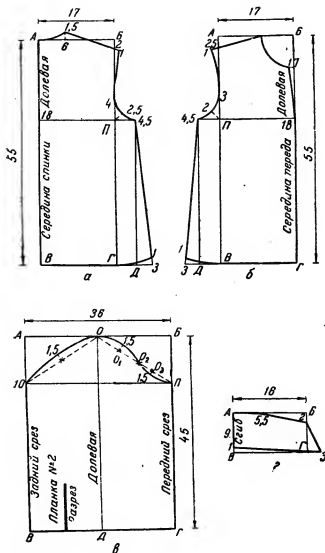

Рис. 117. Построение чертежа верхней рубашки для мальчиков школьного возраста:
**Построение чертежа спинки.** Проводят линию плана — 17 см (рис. 117, а) из расчета  $\frac{1}{2}$  окружности шеи плюс 1 см (для всех размеров):
Построение чертежа переда. Проводят линию плеча — 17 см (рис. 117, б) из расчета  $\frac{1}{2}$  окружности шеи плюс 1 см (для всех размеров):
Построение чертежа рукава. Проводят линию плеча — 36 см (рис. 117, в) из расчета  $\frac{1}{2}$  окружности груди:
Построение чертежа воротника. Проводят линию плеча — 16 см (рис. 117, г) из расчета  $\frac{1}{2}$  окружности шеи:
**Нанесение линий фасона.** Для построения выкройки рубашки данного фасона берут основную выкройку (см. рис. 117) и наносят на нее линии фасона.